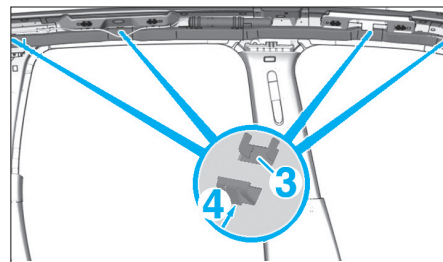

FIG. 8
- Dégrafer les clips (3) à l'aide d'un tournevis suivant (4) (Fig.8).